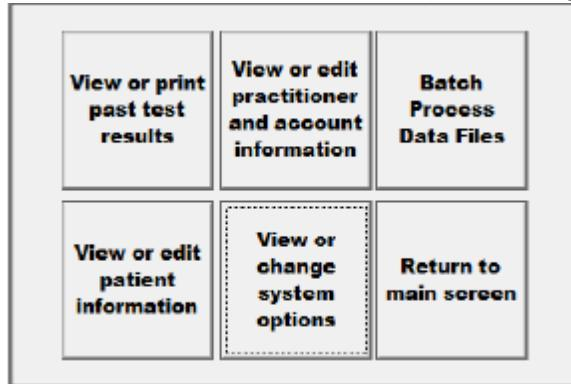

Figura 104: Janela de Visualização Enfant®
- Em seguida, clique em 'Exibir ou editar informações do paciente (Figura 104).